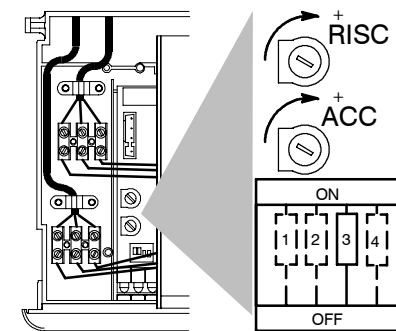

fig. 7.4
- 7 Verificare che l'accensione del bruciatore avvenga in modo uniforme ed eventualmente tarare il livello dell'accensione. Per tarare l'accensione spostare il micro selettore "3" fig. 7.4 in posizione OFF ed agire sul potenziometro "ACC" con un cacciavite appropriato fino a ottenere un'accensione corretta (consultare la tab. 7.7). Ad operazione terminata riposizionare il micro selettore "3" in posizione ON.